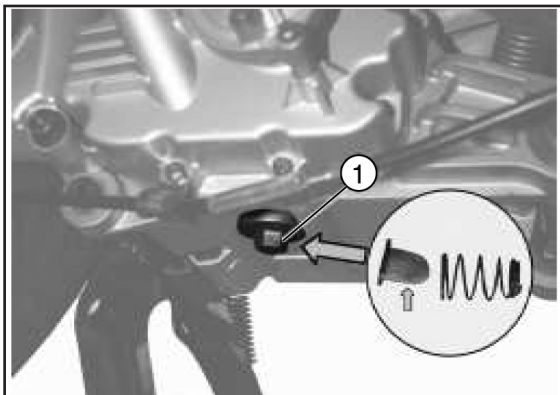

Fig. 01
### SOSTITUZIONE (Fig. 01)
- Svitare il tappo di scarico «1 - Fig 01», recuperare la molla e il filtro a rete e far defluire tutto l'olio all'interno di un recipiente di capacità opportuna; togliere il filtro olio a cartuccia «2 - Fig. 02» e sostituirlo con uno nuovo.